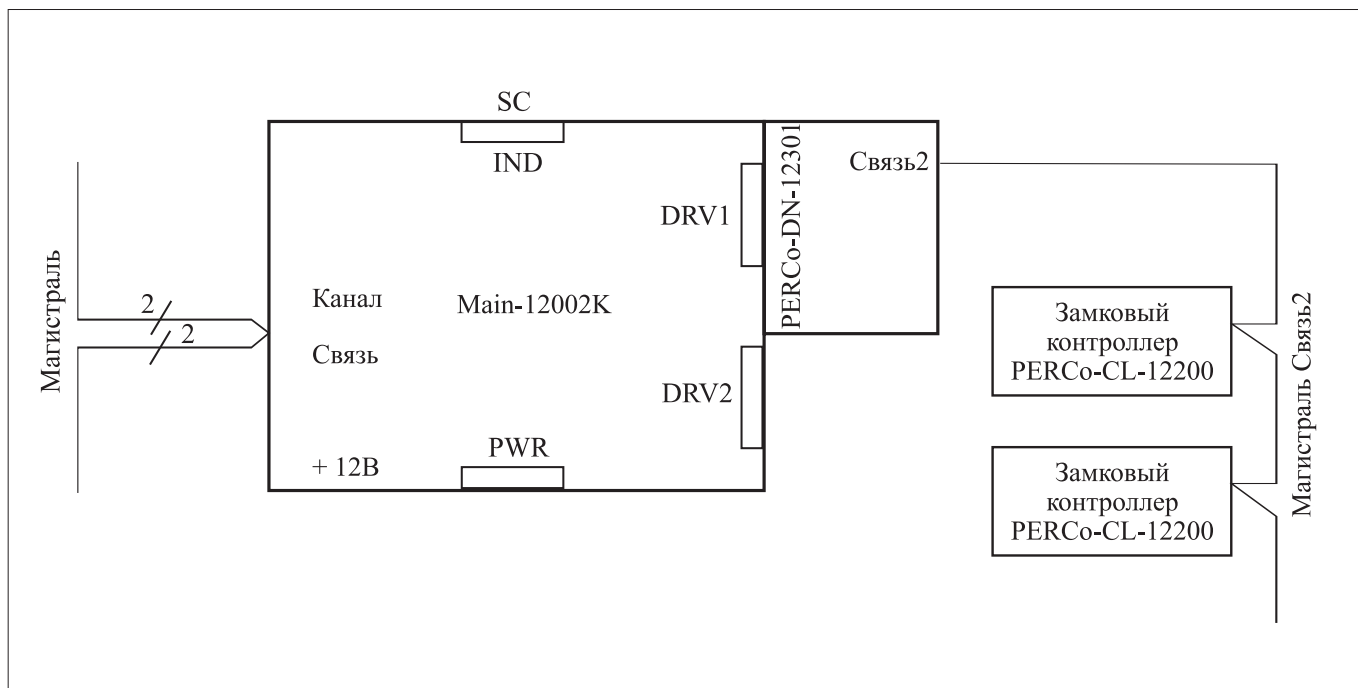

Рисунок 8 – Подключения к PERCo-DN-12301
2.2.4.5 Драйвер роторного турникета (Только SC-12300P) (см. Рисунок 8, Приложение В)
Турникет с блоком управления (см. Рисунок 8, Приложение В)